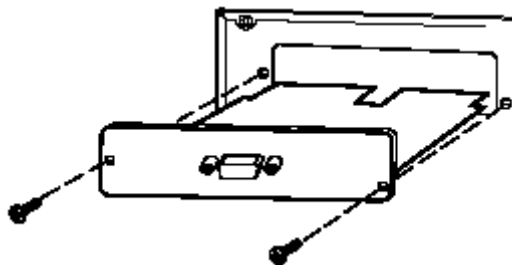

Рисунок 23. Снятие однопортового модуля
1. Снимите однопортовый модуль на задней панели ИБП. Отвинтите винты (см. рис. 23).